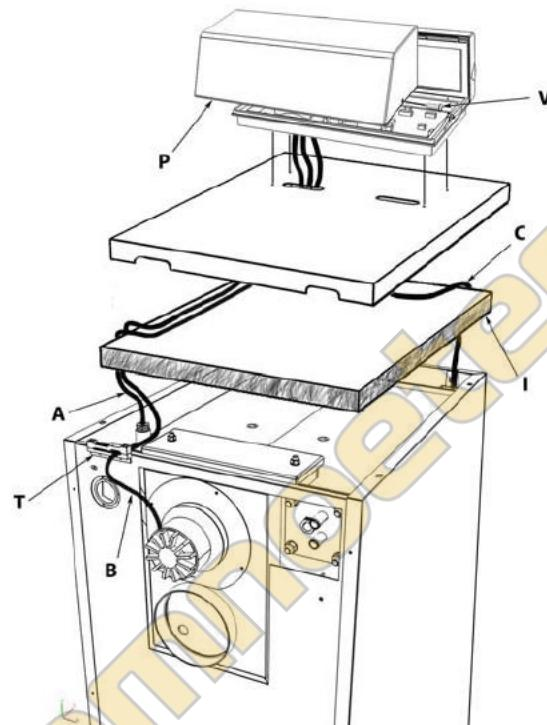

fig. 4 - Montage panneau de commandes
2. Amener les câbles du ventilateur "B", de la sonde "A" et du micro-interrupteur porte "C" comme indiqué sur fig. 4.